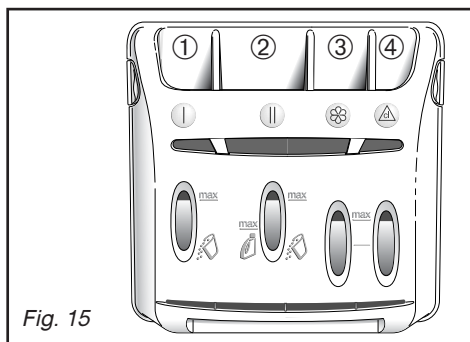

Fig. 15
• CHARGEMENT DES PRODUITS DE LAVAGE (Fig. 15)